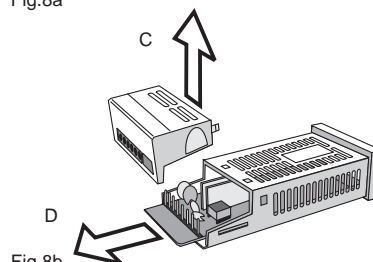

Fig.8b
- 3) Sfilare il coperchio porta morsetti (vedere Fig.8b [C]).
- 4) Sfilare completamente lo strumento dalla custodia (vedere Fig.8b [D]).